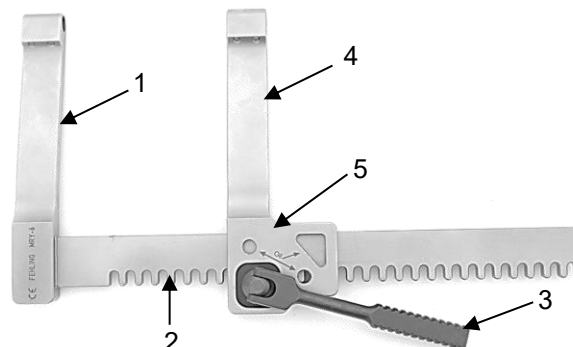

Fig. 14
La Figure 14 présente l'écarteur MARJAN MGH qui est un écarteur rectangulaire en forme de U avec roue dentée. L'écarteur rectangulaire se compose d'un bras écarteur fixe (1), d'une crémaillère (2) et d'un bras écarteur mobile (4).